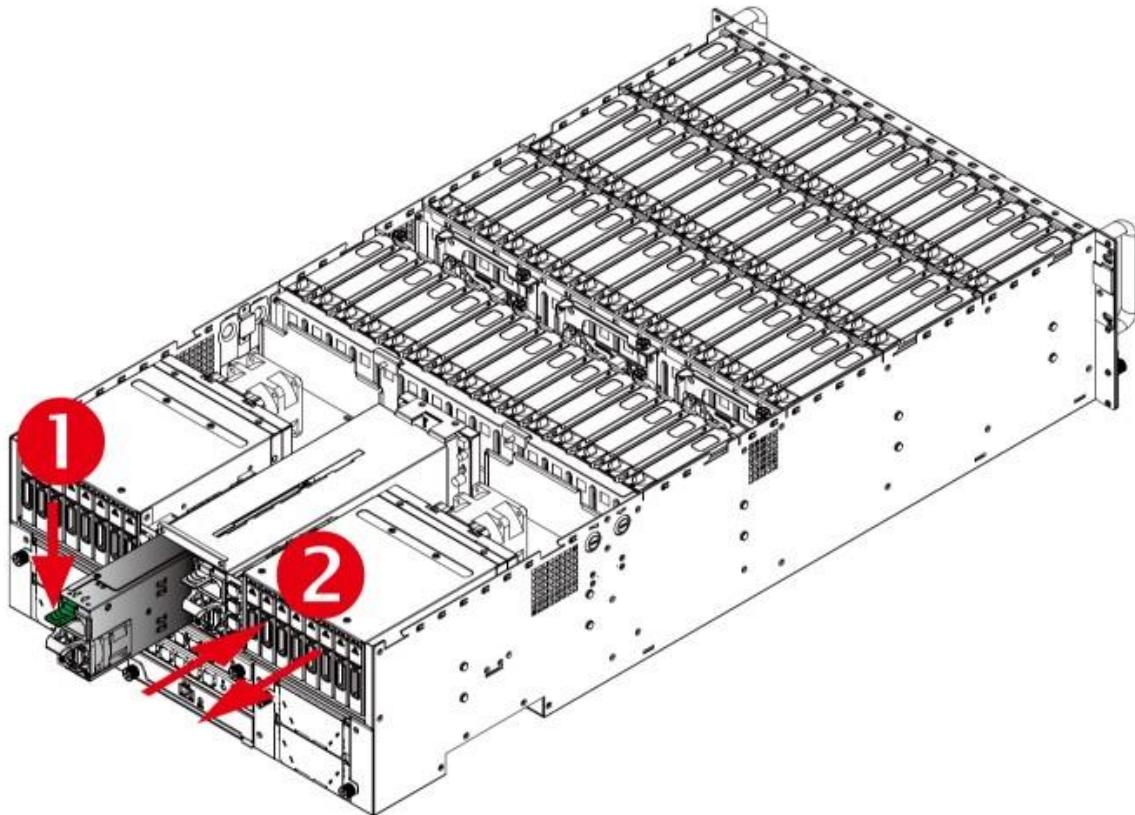

Рисунок 140 - Демонтаж модуля блока питания
- 3) Держать вкладку ручку лотка. Затем потянуть лоток модуля блока питания аккуратно, пока он не выскользывает из корпуса модуля хранения (см. Рисунок 140).